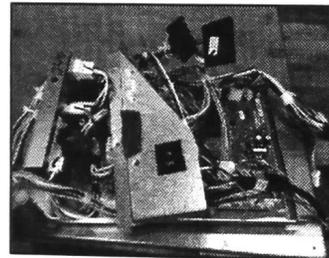

FIGURE 19
**IMPORTANT :** Ne pas revisser à ce stade les deux vis ôtées à l'étape 15 pour fixer la platine de l'interrupteur au module HT de rechange. Voir Figure 19.